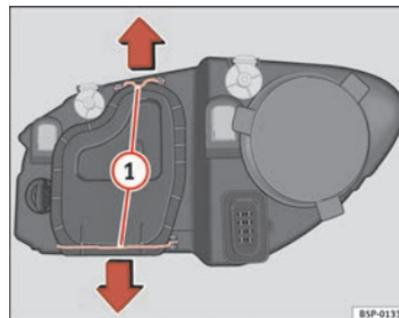

Fig. 166 Luz de cruce
- Desplace los tirantes ⇒ página 269, fig. 166 ① en el sentido de la flecha y saque la tapa.